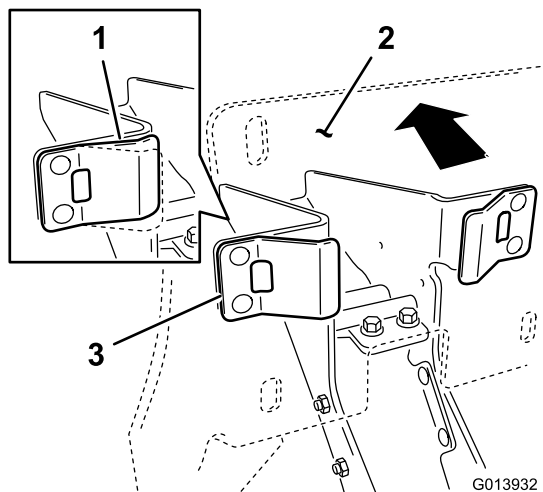

Figura 9
1. Asegurándose de que los toques de plástico están en contacto con las pestañas de los muelles, aplique suficiente presión contra la chapa trasera del soporte para comprimir las pestañas de resorte hasta el punto intermedio (Figura 9).